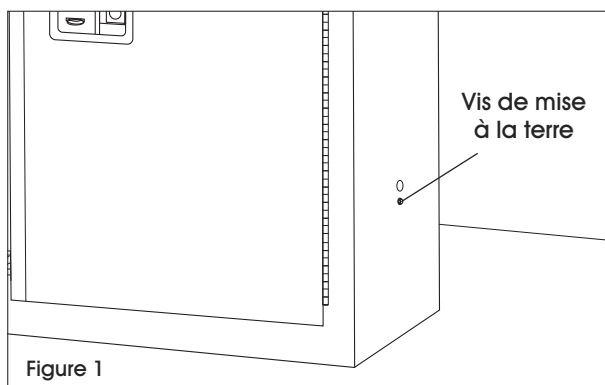

Figure 1
1. Pour la mise à la terre extérieure de l'armoire, repérez la vis de mise à la terre située sous le point vert sur le côté droit de l'armoire. (Voir Figure 1)